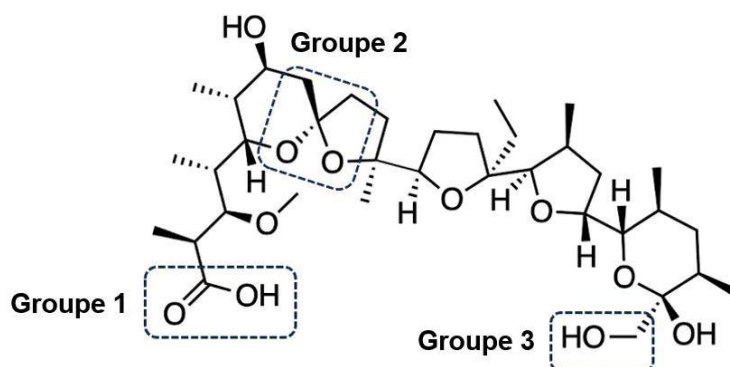

Figure 2 – Mise en évidence de certains groupes caractéristiques de la monensine
7. Nommer les trois groupes caractéristiques encadrés sur la structure de la monensine (Figure 2).